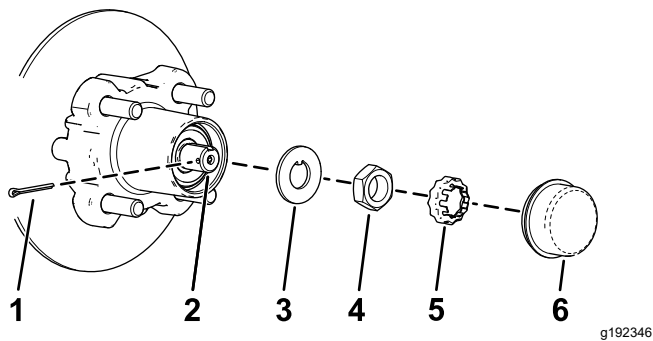
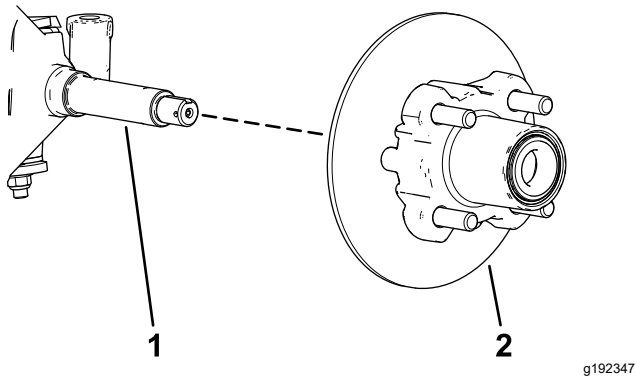

図 34
図 35
4. ハブからダストキャップを取る 図 34。
- スピンドルとスピンドルナットから、コッターピンとナットリテーナを外す 図 34。
- スピンドルからスピンドルナットを外し、スピンドルからハブロータアセンブリを取り出す 図 34 と 図 35。